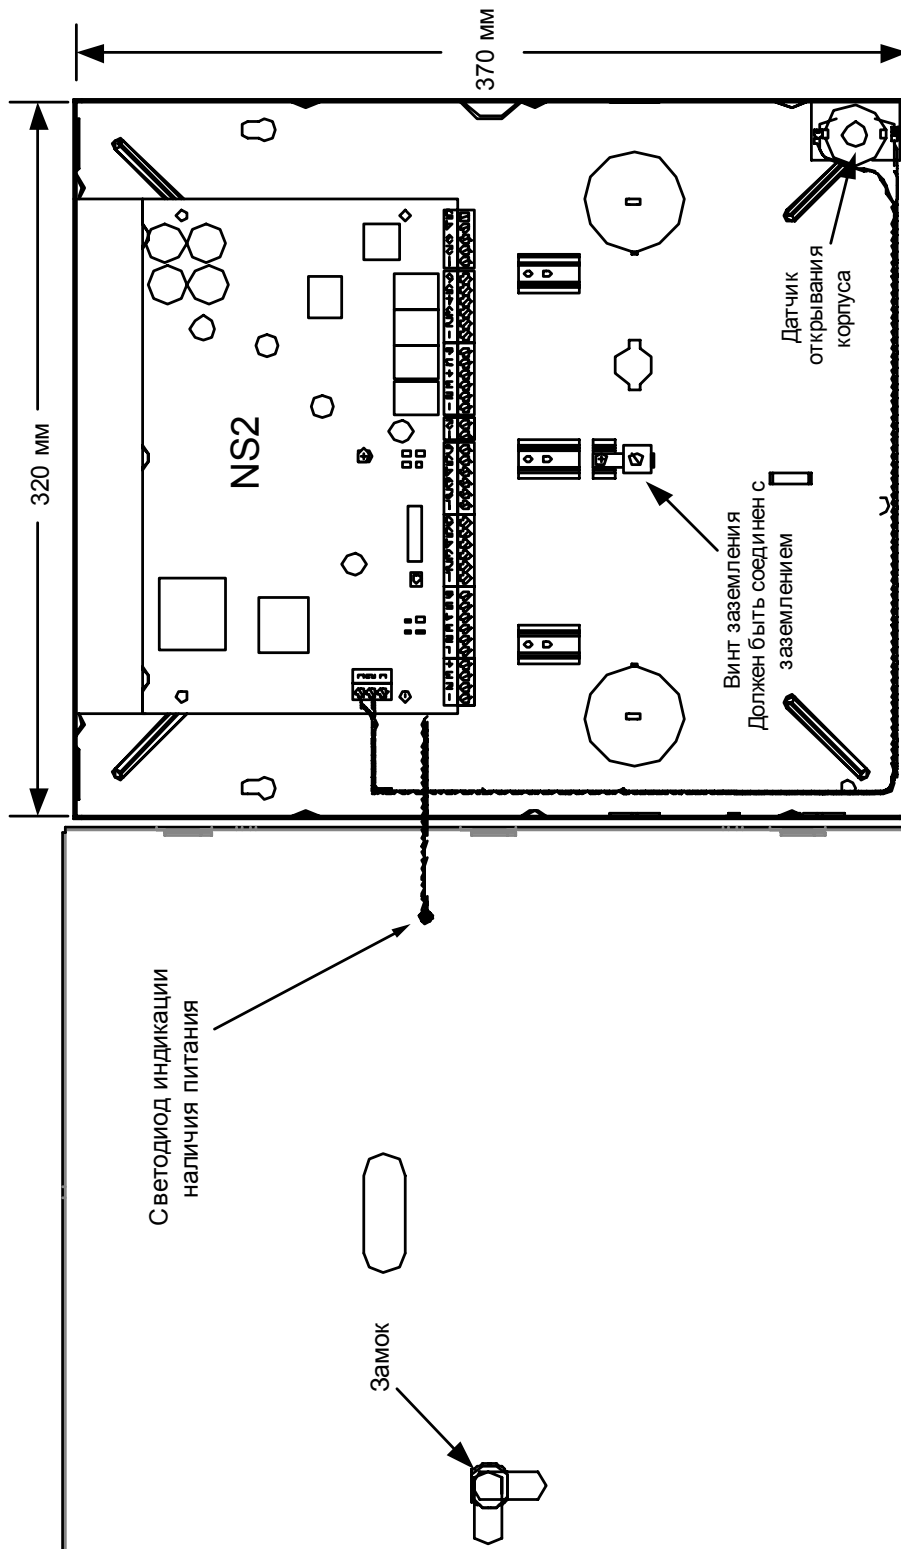

Рис. 8. Корпус ENC10
3. Установите датчик открывания корпуса как показано на рис. 8.